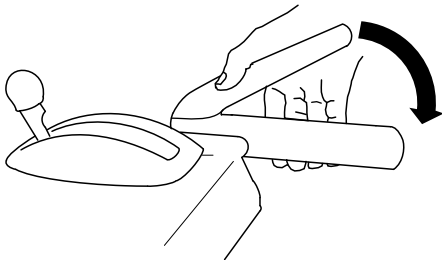

Bild 19
1. Drücken Sie zum Einkuppeln des Räumwerk- bzw. Gebläseradtriebs den rechten Hebel (Räumwerk bzw. Gebläserad) zum Handgriff (Bild 19).